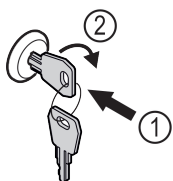

Fig. 172 Exempel
- ▶ Sätt in nyckeln Fig. 172 (1).
- ▶ Vrid nyckeln 90° medurs Fig. 172 (2).